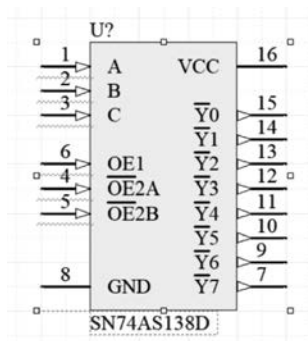

图 5-60 原理图元件封装
- (1) 新建一个元器件库,并放置“实用”工具栏中的所有命令符号。
- (2) 新建一个元器件库,放置“模式”工具栏中的所有命令符号。
- (3) 画出几种不同外形的元件。
- (4) 进行不同工作区大小的设置,并对工作区面板的颜色进行设置。
- (5) 根据本章内容,制作如图 5-60 所示的原理图元件封装。